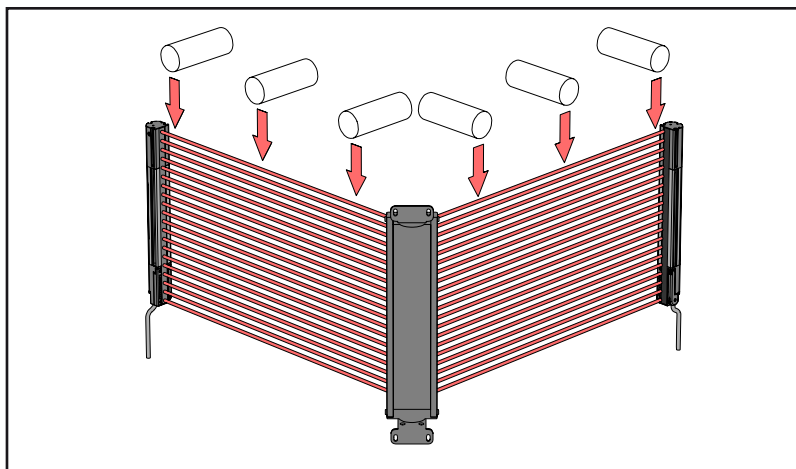

Figure 2. Test de fonctionnement du système EZ-SCREEN LP pour les installations avec miroirs d'angle
- En cas d'utilisation de miroirs d'angle, il est nécessaire de tester les faisceaux en trois endroits de chaque branche du faisceau (entre l'émetteur et le miroir et entre le miroir et le récepteur) (figure 2).